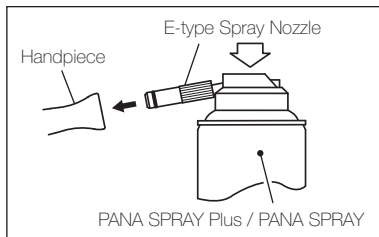

Fig. 5
■ PANA-SPRAY Plus / PANA-SPRAY (Fig. 5)